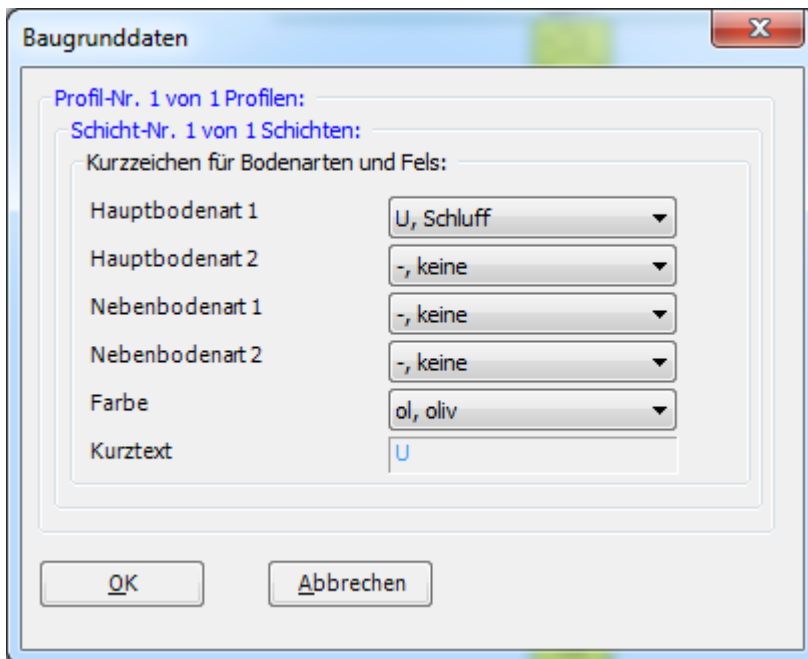

Bild 11.23 Dialoggruppenfeld "Kurzzeichen für Bodenarten und Fels"
- Doppelklicken Sie auf Kurzzeichen der Schicht. Das entsprechende Dialogfeld (Bild 11.23) erscheint, um die geotechnischen Daten der Schicht zu modifizieren
- Wählen Sie "U, Schluff" als die Bodenart im Kombinationsfeld "Hauptbodenart 1" im Dialoggruppenfeld "Kurzzeichen für Bodenarten und Fels" im Bild 11.23. Die Farbe des Bohrprofils nach DIN 4023 wird automatisch erstellt. Man kann nach Wunsch die Farbe ändern. Auch wird ein kurzer Text "U" automatisch für Schluff erstellt